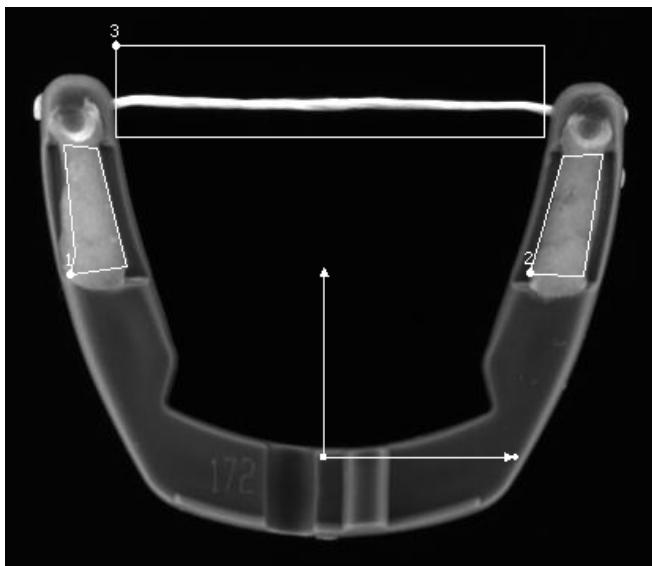

図 5-2. 存在を確認する領域を定義する
5. 図 5-2 に示すように、デンタルフロスの容器内のフロスと歯磨き粉の 2 つの部分を囲む 3 つの関心領域を描画します。繰り返しクリック & ドラッグして、多角形領域を選択します。ダブルクリックして、多角形を完成させます。